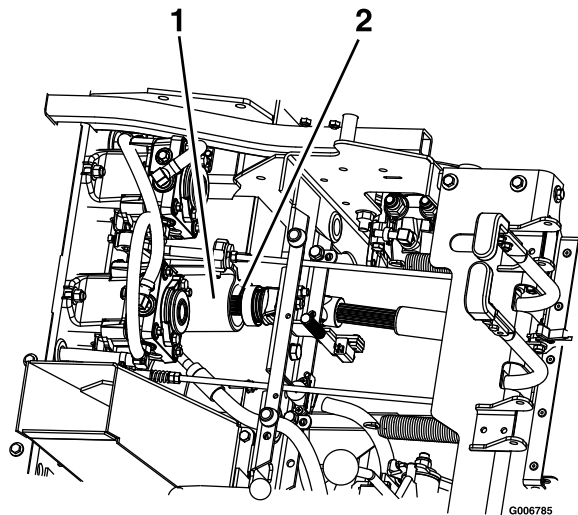

Figure 71
8. Soulevez le siège et séparez l'arbre d'entraînement de l'arbre intermédiaire avec l'accouplement rapide (Figure 71).
3. Relevez le siège et montez l'arbre d'entraînement sur l'arbre intermédiaire (Figure 71)